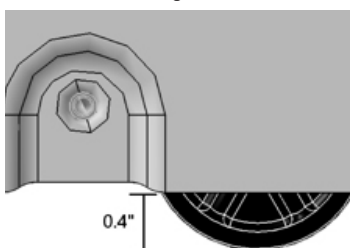

Fig. 7
- d. Fixez les 3 assemblages de niveleur restant comme décrit dans les 3 étapes précédentes en utilisant les six boulons 4H restants et les trois autres boulons 5H. Avec la ou les unités toujours sur le dos, ajuster toutes les roulettes de mise à niveau à l'orientation approximative de la Fig. 7.